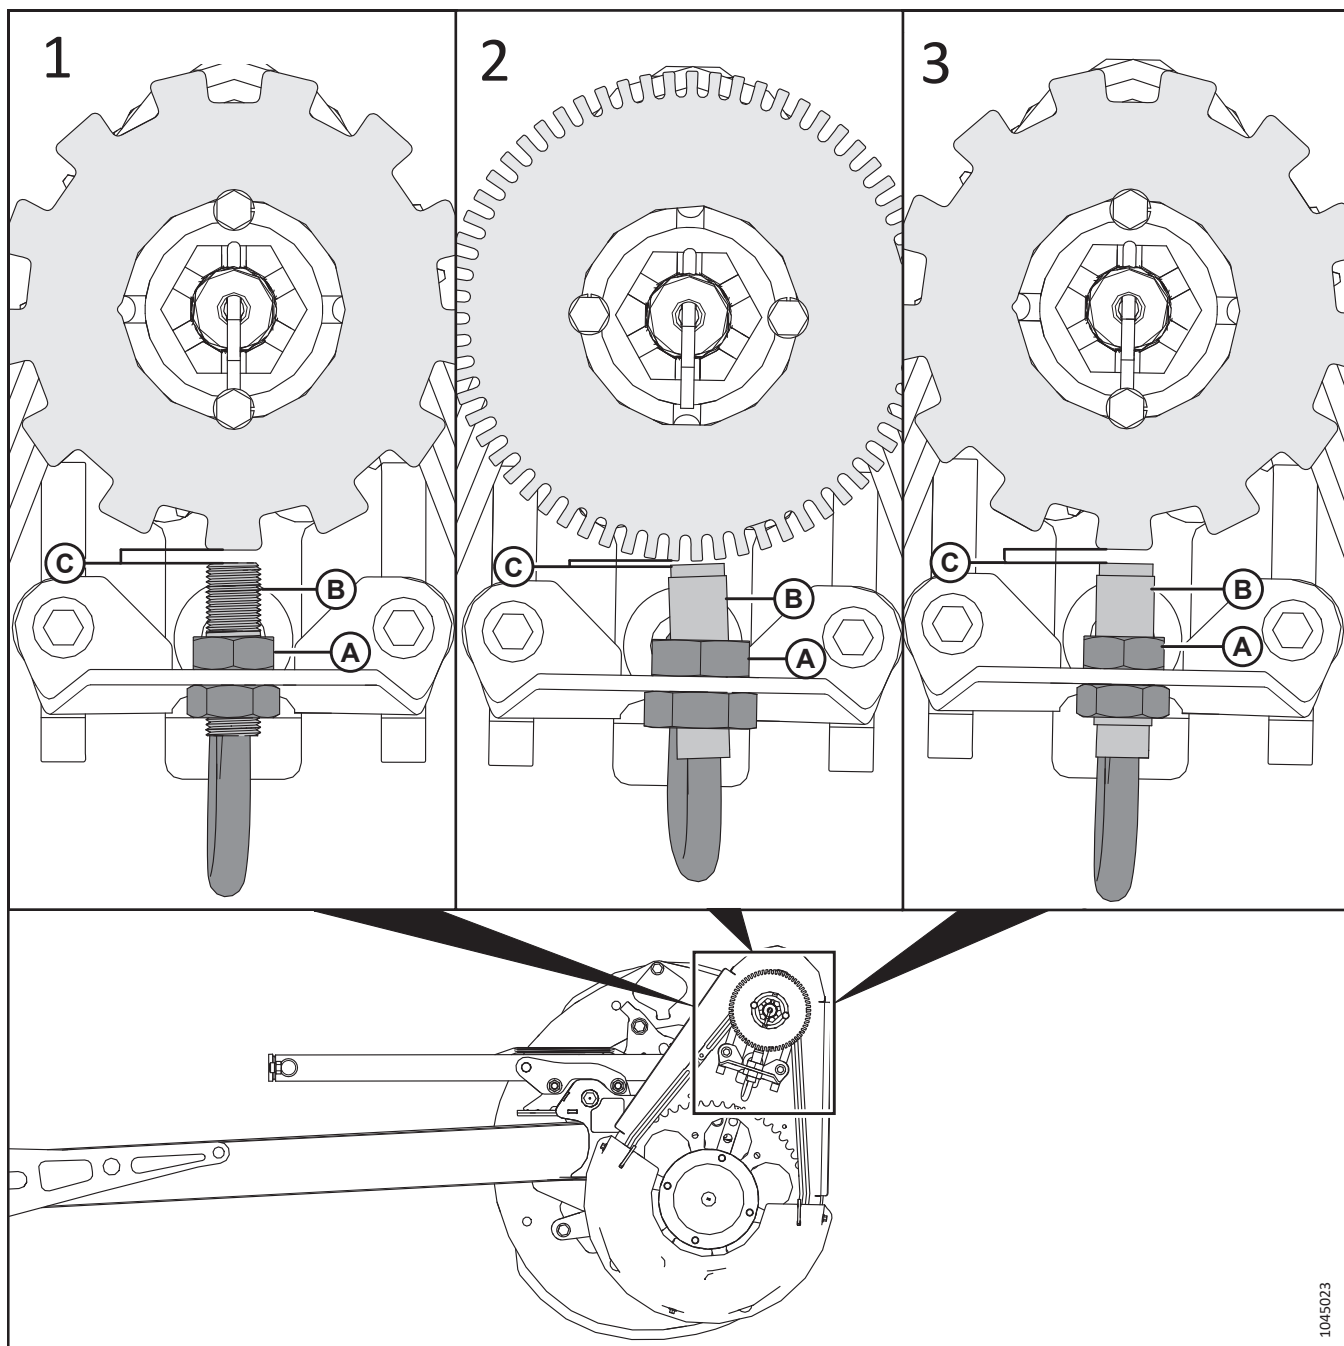

Рисунок 4.335: Конфігурація датчика швидкості мотовила та дисків
6. Відкрутіть верхню гайку на новому датчику й установіть датчик (B) в опору. Закріпіть його за допомогою верхньої гайки (A).
7. Використовуйте таблицю та рисунок 4.335, стор. 477, щоб визначити тип датчика для комбайна, і відрегулюйте гайки датчика, щоб встановити зазор (C) відповідно до наступних специфікацій: